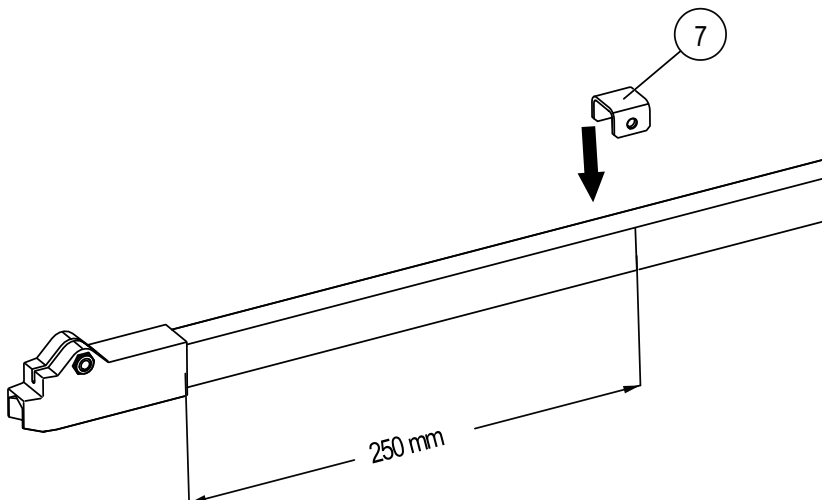

Abb. 19: U-Blech (Pos. 7) auf die Schleifleitung schieben
- Die Bohrung des U-Blechs (Pos. 7) mittig auf die markierte Stelle der Schleifleitungsschiene ausrichten (siehe Abb. 19).